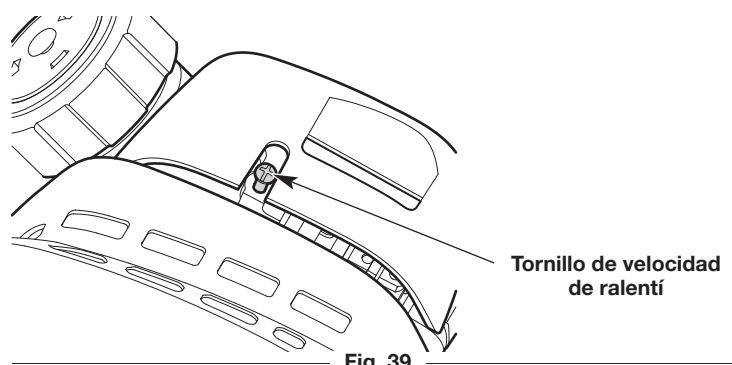

Fig. 39
- Si el motor se para, aumente la velocidad de ralentí. Use un destornillador Phillips pequeño para girar el tornillo de velocidad de ralentí en el sentido de las agujas del reloj, 1/8 de giro cada vez hasta que el motor funcione al ralentí de manera uniforme (Fig. 39).
- Si el cabezal de corte gira cuando el motor funciona al ralentí, reduzca la velocidad de ralentí. Gire el tornillo de velocidad de ralentí en el sentido contrario de las agujas del reloj, 1/8 de giro cada vez, hasta que se detenga el cabezal de corte (Fig. 39).